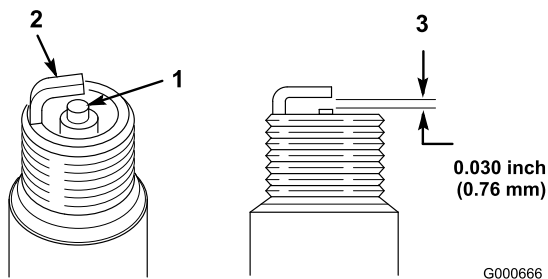

Bild 27
1. Sehen Sie sich die Mitte der Zündkerze an (Bild 27). Wenn der Kerzenstein hellbraun oder grau ist, ist der Motor richtig eingestellt. Eine schwarze Schicht am Kerzenstein weist normalerweise auf einen schmutzigen Luftfilter hin.
2. Prüfen Sie den Abstand zwischen der mittleren und der seitlichen Elektrode (Bild 27) und biegen Sie die seitliche Elektrode, wenn der Abstand falsch ist.